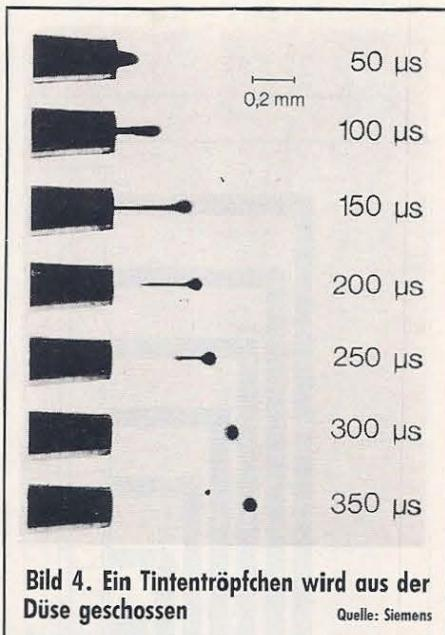

Bild 4. Ein Tintentröpfchen wird aus der Düse geschossen
Für jeden Punkt auf einer senkrechten Reihe der Zeichenmatrix gibt es einen Düsenkanal (4) zur Erzeugung der Tropfen. In der Zeichnung (Kopf des Siemens PT88/89) sieht man eine Reihe von sechs Düsen. Der gezeigte Kopf des Siemens PT 88/89 hat zwei solche Reihen versetzt zueinander angeordnet. Den Abschluß der Kanülen bildet eine Platte (3), die etwa 1 mm vom Papier entfernt ist. Jeder Düsenkanal ist konzentrisch von einem Piezokeramik-Röhrchen umschlossen. Legt man eine Spannung an diese Röhrchen an, ziehen sie sich zusammen und üben so einen kleinen »Schlag« auf die Flüssigkeitssäule aus. Durch den Druckanstieg wird dann ein Tröpfchen aus der Düse geschleudert. Wie sich der Tropfen bildet, sehen Sie in Bild 4.